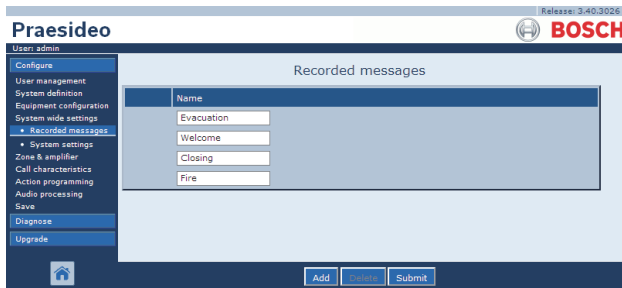

abbildung 45.5: Anmelden von Durchsagen, Schritt 4
- 4 Klicken Sie auf die Schaltfläche *OK*, um die aufgezeichnete Durchsage zur Liste der angemeldeten aufgezeichneten Durchsagen hinzuzufügen. Im Mainframe der webbasierten Benutzeroberfläche erscheint ein Bildschirm, der dem in abbildung 45.5 ähnelt.